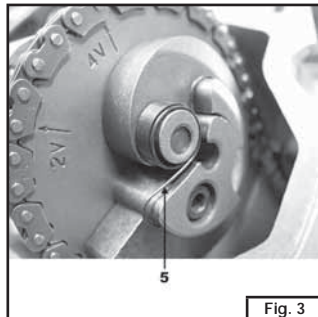

Fig. 3
- Sfilare la molla (Fig.3-part.5).
- Remove the spring (Fig. 3 - part. 5).
- Enlevez le ressort (Fig. 3 - det. 5).